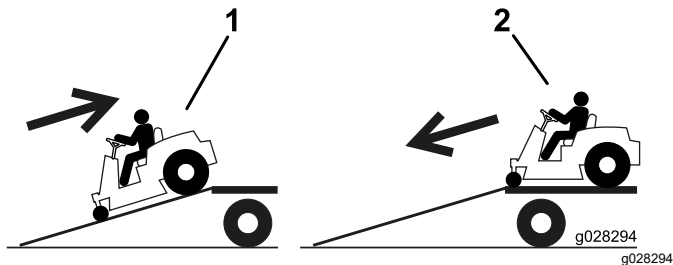

Figura 15
2. Coborâi maina de pe rampă cu faa (Figura 15).